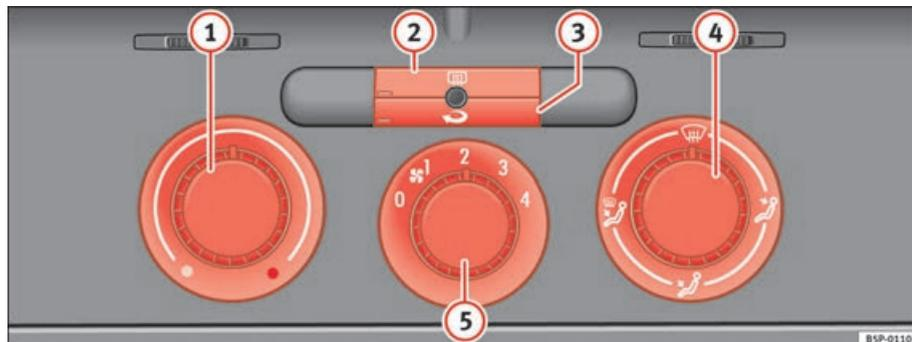

Fig. 128 Sur le tableau de bord : éléments de commande du chauffage
- Les régulateurs ⇒ fig. 128 ① et ④ et la commande ⑤ permettent de régler la température, la distribution de l'air et la vitesse de la turbine.
- Appuyez sur la touche ② ou sur la touche ③ pour activer ou désactiver la fonction correspondante. Quand la fonction est active, le rectangle situé sur le coin inférieur gauche de la touche s'allume.